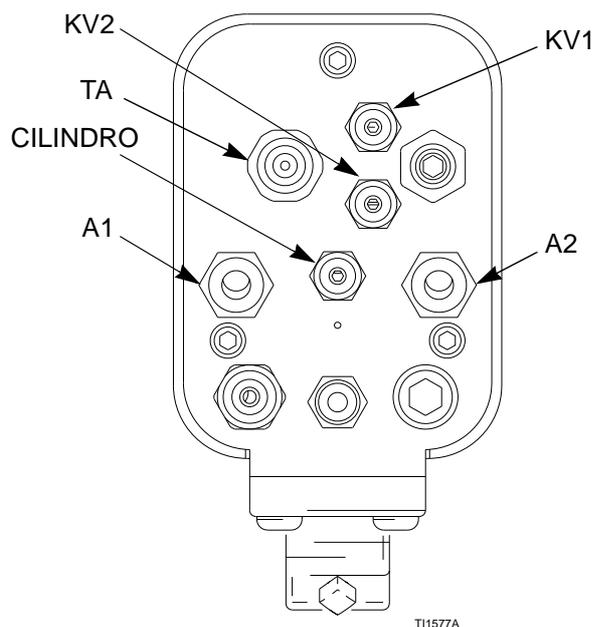

Fig. 12. Conexiones de aire del colector
4. Utilice el regulador de presión de aire de la línea de alimentación del aire de atomización (A1) para ajustar el grado de atomización. Vea Fig. 12. Por ejemplo, para un caudal de fluido de 0,3 litros/min (10 onzas por min), una presión de atomización típica en el colector de la pistola estaría entre 1,4–2,1 bar (0,14–0,21 Mpa)
1. Dispare la pistola, y después abra el suministro de aire a la turbina (TA). Vea Fig. 12.
1. Aplique una presión de aire de 3,5 bar (0,35 Mpa) como mínimo en el racor de conexión de aire del cilindro (CIL) para activar la secuencia de encendido/apagado del aire de atomización (A1), del aire del abanico (A2), y del fluido (P1). Vea Fig. 12.
2. Active y desactive las funciones de la pistola utilizando las válvulas solenoides de aire en el cilindro (CIL) y las líneas de suministro de aire de la turbina (TA).